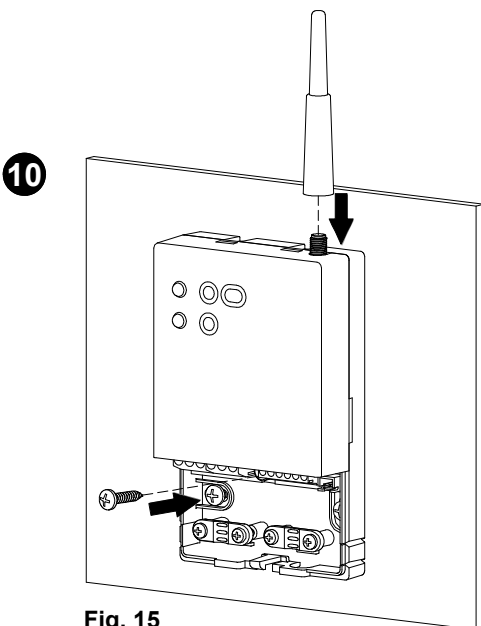

Fig. 15
- 10 Inserire la vite che tiene bloccata la calotta con la base ed avvitare l'antenna nell'apposito connettore (Fig. 15).